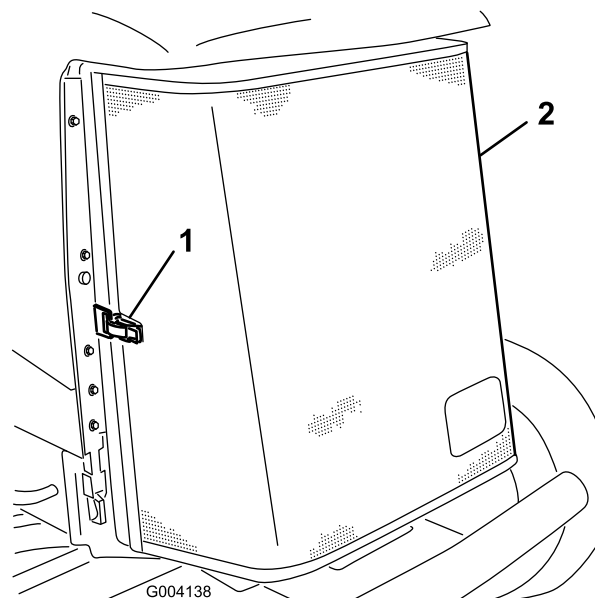

Figura 61
3. Desenganche y abra la rejilla trasera (Figura 61).